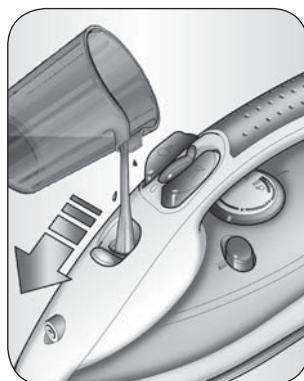

Fig. 3
- 2 Die Klappe (B) zum Öffnen nach oben ziehen. Das Bügeleisen waagerecht halten und den Wasserbehälter mit Hilfe des mitgelieferten Messbechers (M) bis zum Höchstfüllstand mit Leitungswasser füllen (Fig. 3).
- 3 Die Klappe (B) wieder schließen.
- 1 Den Tank bis zum einem Viertel mit dem mitgelieferten Meßbecher (M) füllen (Fig. 3).
- 2 Das Bügeleisen auf einer festen Unterlage senkrecht auf den Bügeleisen-Abstellrost (G) stellen.
- 6 Das Bügeleisen solange aufheizen, bis sich die Kontrolllampe (H) zum zweiten Mal ausschaltet.
- 9 Die Selbstreinigungs-Taste (K) "SELF CLEAN" drücken und das Bügeleisen waagerecht halten. Aus den Sohlenlöchern fließen Dampf und Heißwasser, die die Verkalkungen und die sich im Innerteil der Sohle angesammelten Unreinheiten entfernen.